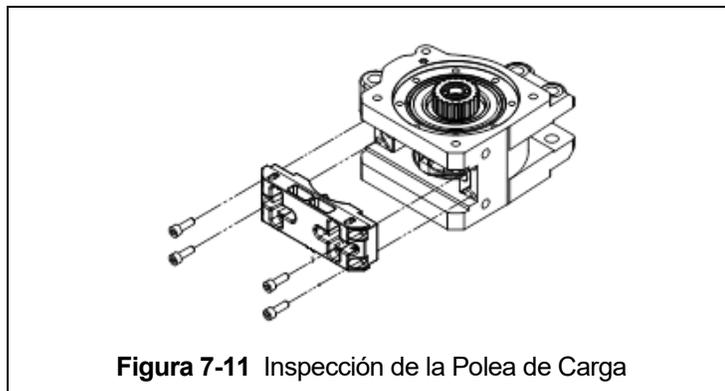

Figura 7-11 Inspección de la Polea de Carga
7.4.1 Realice esta inspección retirando el separador de cadena y viendo la polea de carga mientras opera el polipasto/tecle lentamente, sin carga, y de acuerdo con la Sección 4 "Operación". Consulte la Figura 7-11 y retire el separador de cadena de la siguiente manera: